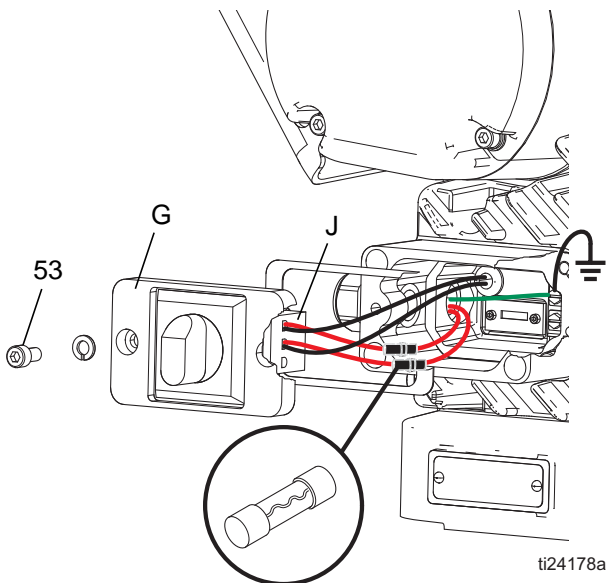

Fig. 9: Ubicación del fusible
3. Saque dos tornillos (53) y extraiga la tapa de la caja de conexiones (G) del controlador para poder acceder al bloque de desconexión (J). Consulte FIG. 9.
13. Enrolle con cuidado los cables en la caja de conexiones (S) alrededor del bloque de desconexión (J) y coloque de nuevo la tapa de la caja de conexiones (G). Coloque los dos tornillos (53) y las arandelas, y apriételes. Vea FIG. 9, página 12.